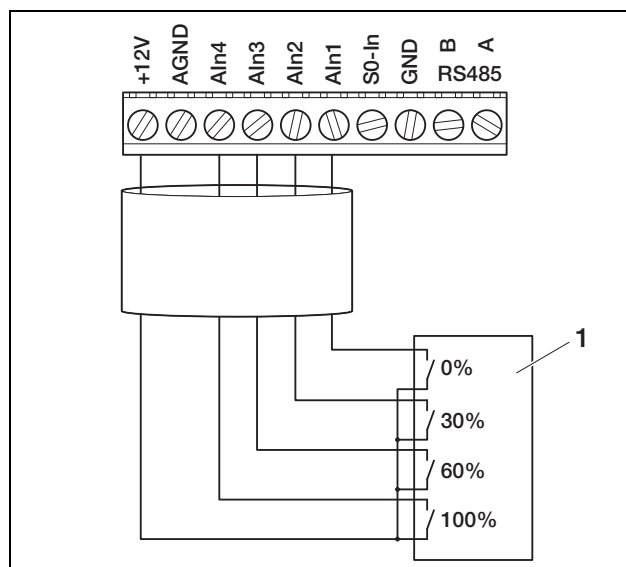

Abbildung 41: Anschluss des Rundsteuerempfängers an den Wechselrichter
- Schließen Sie die Leitungen vom Rundsteuerempfänger entsprechend der Anschlussbelegung (Abbildung 41 und Tabelle 7) an.